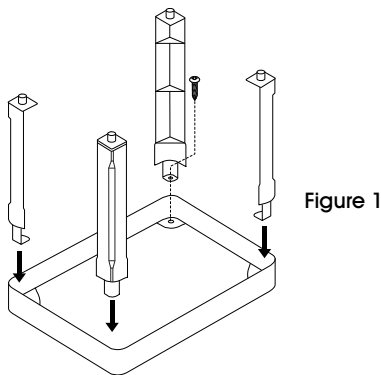

Figure 1
1. Screw supports into the top of the bottom shelf using four screws. (See Figure 1)
1. Vissez les supports dans le dessus de la tablette inférieure avec quatre vis. (Voir Figure 1)